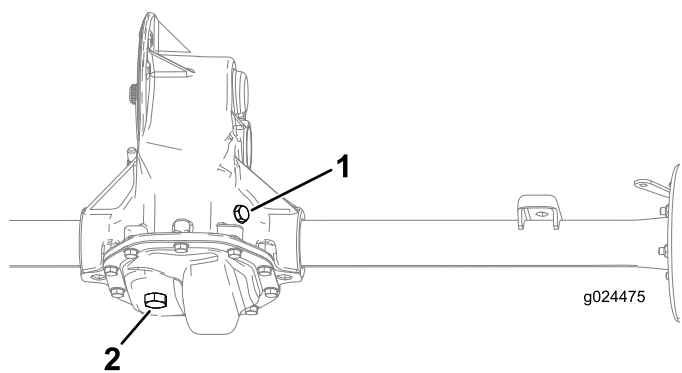

Рисунок 46
2. Снимите пробку заливного отверстия в ведущем мосту (Рисунок 46).
3. Если уровень масла низкий, снимите пробку заливного отверстия и долейте масло указанного типа, пока оно не начнет выливаться из отверстия (Рисунок 46).
1. Подставьте под пробку сливного отверстия сливной поддон (Рисунок 46).
2. Снимите пробку заливного отверстия и уплотнение (Рисунок 46).
3. Снимите пробку сливного отверстия и уплотнение, дайте маслу полностью стечь (Рисунок 46).